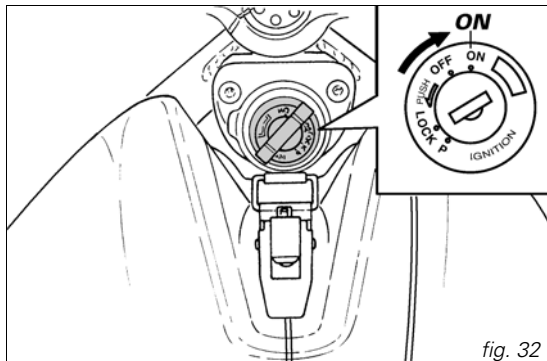

fig. 32
1) Spostare l'interruttore d'accensione sulla posizione **ON** (fig. 32). Verificare che la spia verde **N** e quella rossa  sul cruscotto risultino accese.